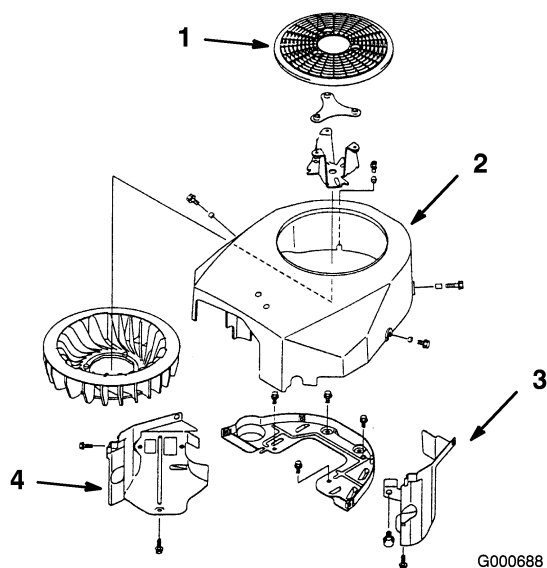

Bild 50
2. Entfernen Sie das Luftansauggitter, die Zylinderabdeckungen und das Lüftergehäuse (Bild 50).